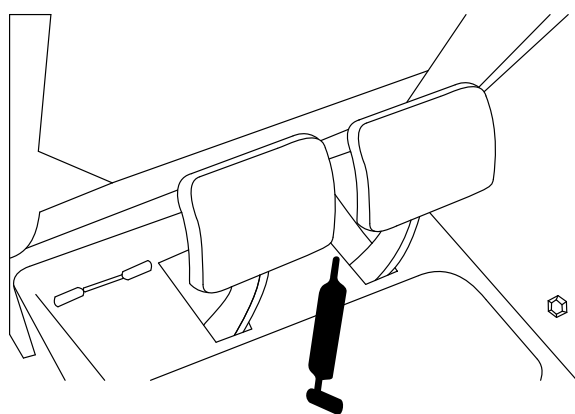

Figure 43
- Axe de pédale de frein (1) (Figure 43)